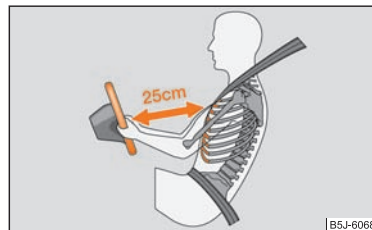

Abb. 112 Sicherer Abstand vom Lenkrad
- Für den Fahrer und Beifahrer ist es wichtig, einen Abstand von mindestens 25 cm vom Lenkrad bzw. von der Schalttafel einzuhalten ⇒ Abb. 112. Wenn Sie den Mindestabstand nicht einhalten, kann Sie das Airbag-System nicht schützen - Lebensgefahr! Außerdem müssen die Vordersitze und die Kopfstützen immer der Körpergröße entsprechend richtig eingestellt sein.